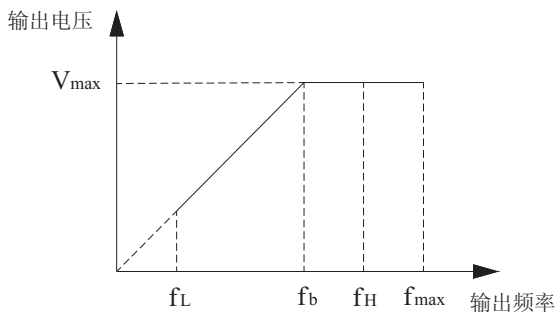

图1 电压与频率示意图
4. 最大输出频率、上限频率、下限频率的关系如上图1所示，设置时请注意大小顺序。